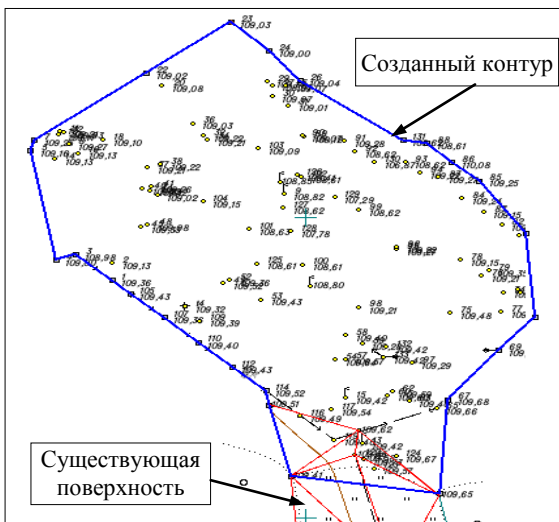

Рис. 6.17
- Постройте в графическом окне контур (рис. 6.17).